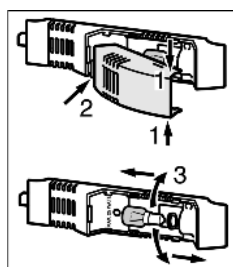

Fig. 11
- ▶ Возьмитесь за крышку лампы сверху и снизу *Fig. 11 (1)*.
- ▶ Выведите крышку лампы сзади из зацепления и снимите *Fig. 11 (2)*.
- ▶ Заменить лампу *Fig. 11 (3)*.